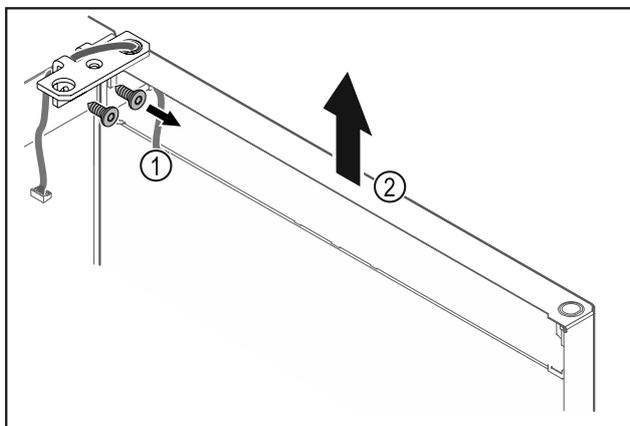

Fig. 19
- Scharnierwinkel Fig. 19 (1) abschrauben.
- Tür inklusive Scharnierwinkel Fig. 19 (2) circa 200 mm gerade nach oben heben und abnehmen.